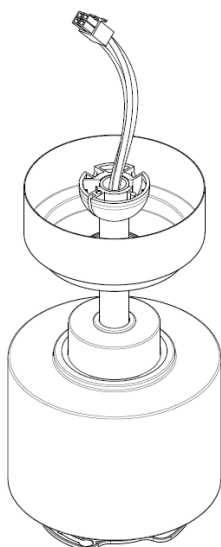

Fig. 4
- Sollevare il corpo del ventilatore alla staffa di montaggio. Fig.4